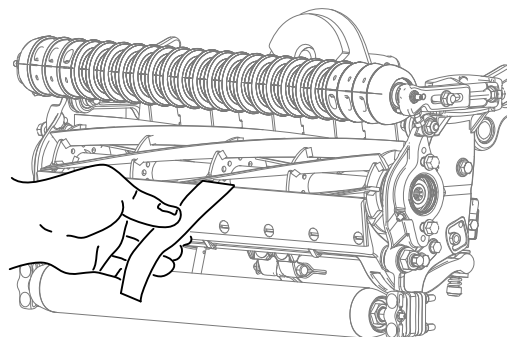

Рисунок 8
- В. Вставьте длинную полоску бумаги индикации производительности резания (№ 125-5610 по каталогу Toro) между барабаном и неподвижным ножом перпендикулярно неподвижному ножу (Рисунок 8), затем **медленно** вращайте барабан вперед; при этом бумага должна разрезаться; в ином случае повторяйте пункты А и В до тех пор, пока бумага не начнет разрезаться.
13. Вставьте длинную полоску специальной бумаги для проверки качества среза (№ 125-5610 по каталогу Togo) между барабаном и неподвижным ножом перпендикулярно неподвижному ножу (**Рисунок 8**), затем **медленно** вращайте барабан вперед; при этом нож должен разрезать бумагу; в ином случае поверните каждый регулировочный винт неподвижного ножа по часовой стрелке на один щелчок и повторяйте действия, описанные в этом пункте, до тех пор, пока нож не будет разрезать бумагу.